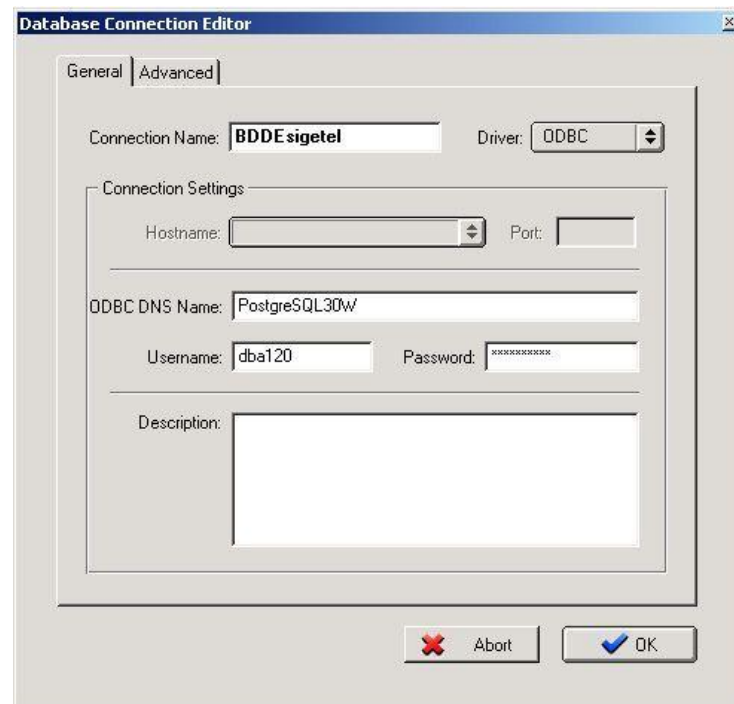

Figure 4 : éditeur de connexion à une base de données
- 4) Configuration du pilote ODBC (figure 4) :